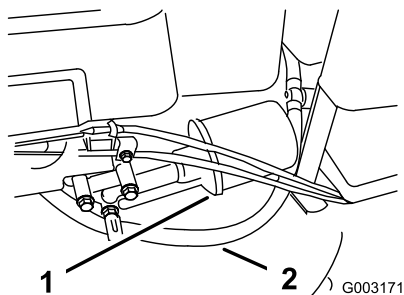

Figura 24
Cambie el filtro de aceite (Figura 24) cada 100 horas de operación o una vez al año, lo que ocurra primero.
4. Desconecte el tubo de combustible (Figura 24) aflojando la abrazadera en el carburador.